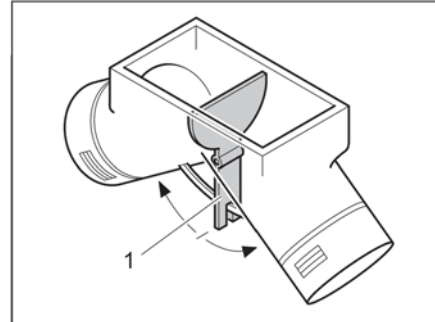

Fig. 112 Ventola di ricircolo dell'aria, sportello di impostazione su posizione centrale
Sulla posizione centrale l'aria calda si distribuisce uniformemente in entrambe le uscite di aria calda. La leva di comando (Fig. 112,1) per lo sportello di impostazione si trova sotto lo sportello del pavimento nell'armadio guardaroba.
- Spingere la leva di comando (Fig. 112,1) nella direzione della freccia fino alla posizione desiderata.